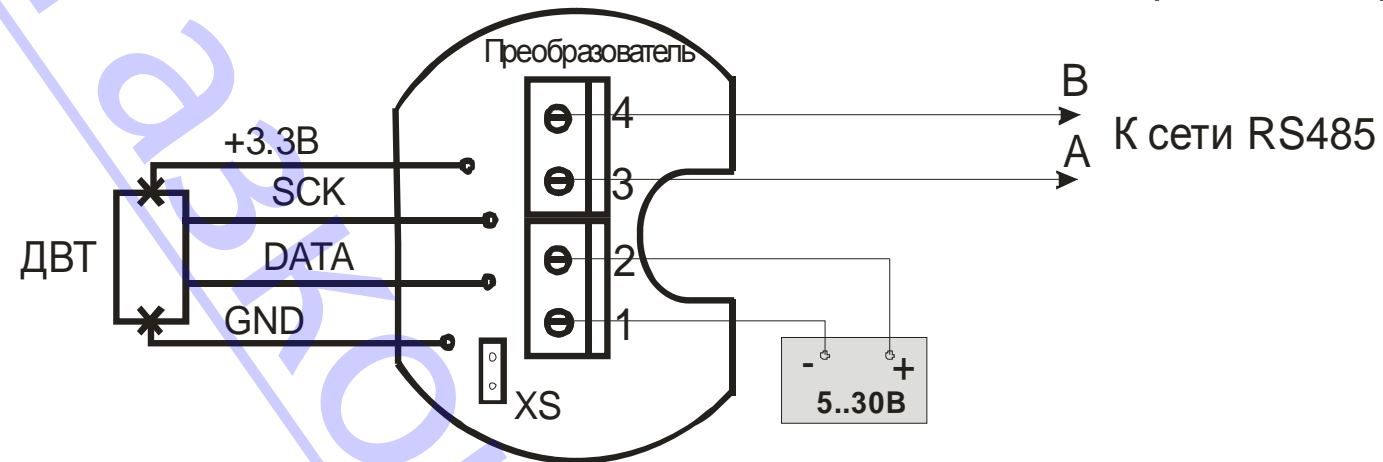

Рисунок 3.1 – Схема внутренних соединений ДВТР
3.6 Работа по заводским настройкам RS485 возможна при замыкании контактов разъема XS, рисунок 3.1. Заводские настройки приведены в таблице 3.3.